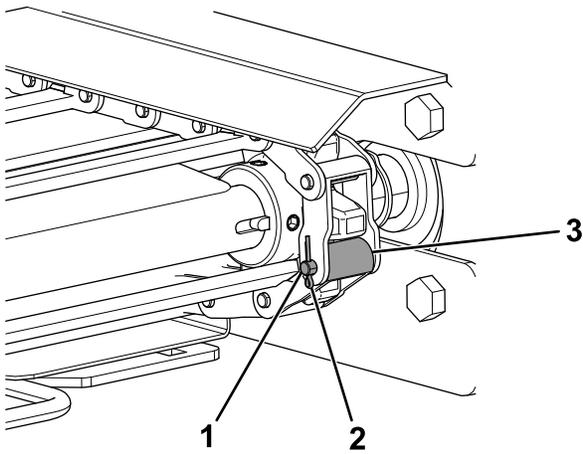

Bild 12
- Drehen Sie die eingangsseitige Getriebewelle, von welcher der Motor abgebaut wurde, solange, bis die Kettenschlösser der Stahlbolzenkette sichtbar werden (Bild 12).
- 9. Entfernen Sie den Splint und die Kettenbolzen von den Kettenschlössern und bewahren Sie diese auf (Bild 12).
16. Verbinden Sie die Kettenschlösser der Stahlbolzenketten mit den zuvor entfernten Splinten und Kettenbolzen (**Bild 12**).